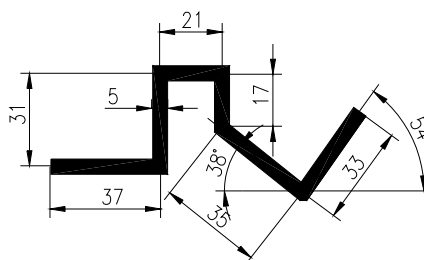

Fig. U8.21
1. Realizați desenul din Fig. U8.21 utilizând comanda *PLINE*.